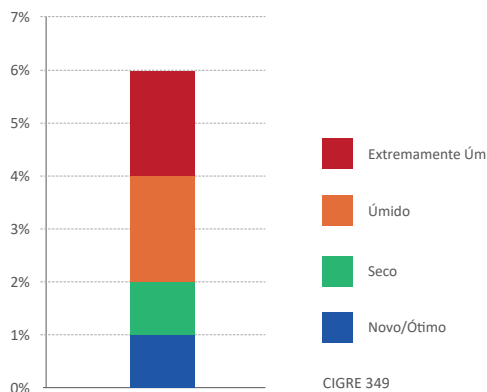

Figura 7. Umidade no papel em %
- Com base nas curvas de Oomen a tendência do conteúdo de água no papel pode ser avaliada (ver figura 7)